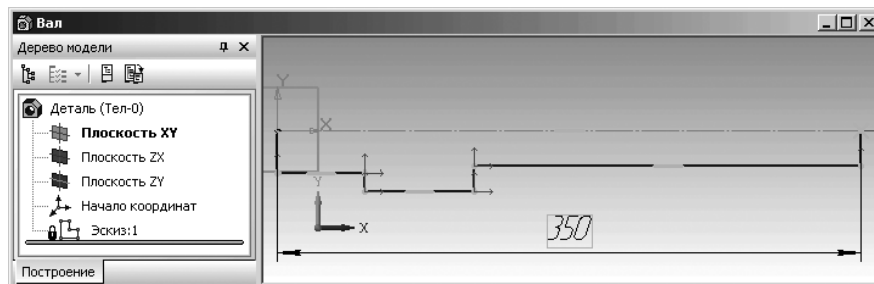

Рис. 2.48. Окно модели **Вал** после установки общего размера длины вала
- нажмите функциональную клавишу **F9** (команда **Показать все**) для показа всего эскиза вращения вала, так как из-за его увеличения он мог выйти за пределы рабочего окна. Появится искомый размер (рис. 2.48).